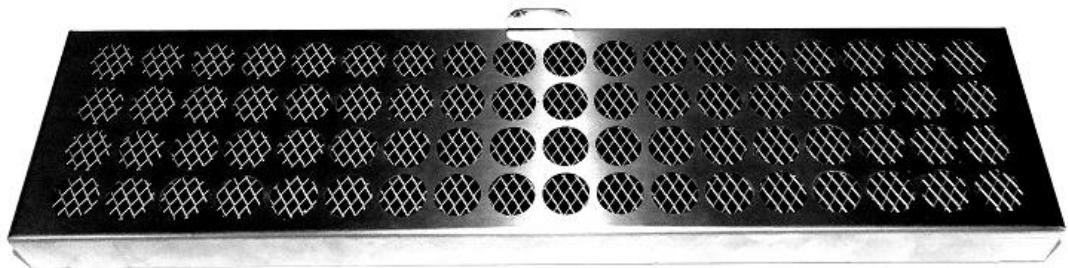
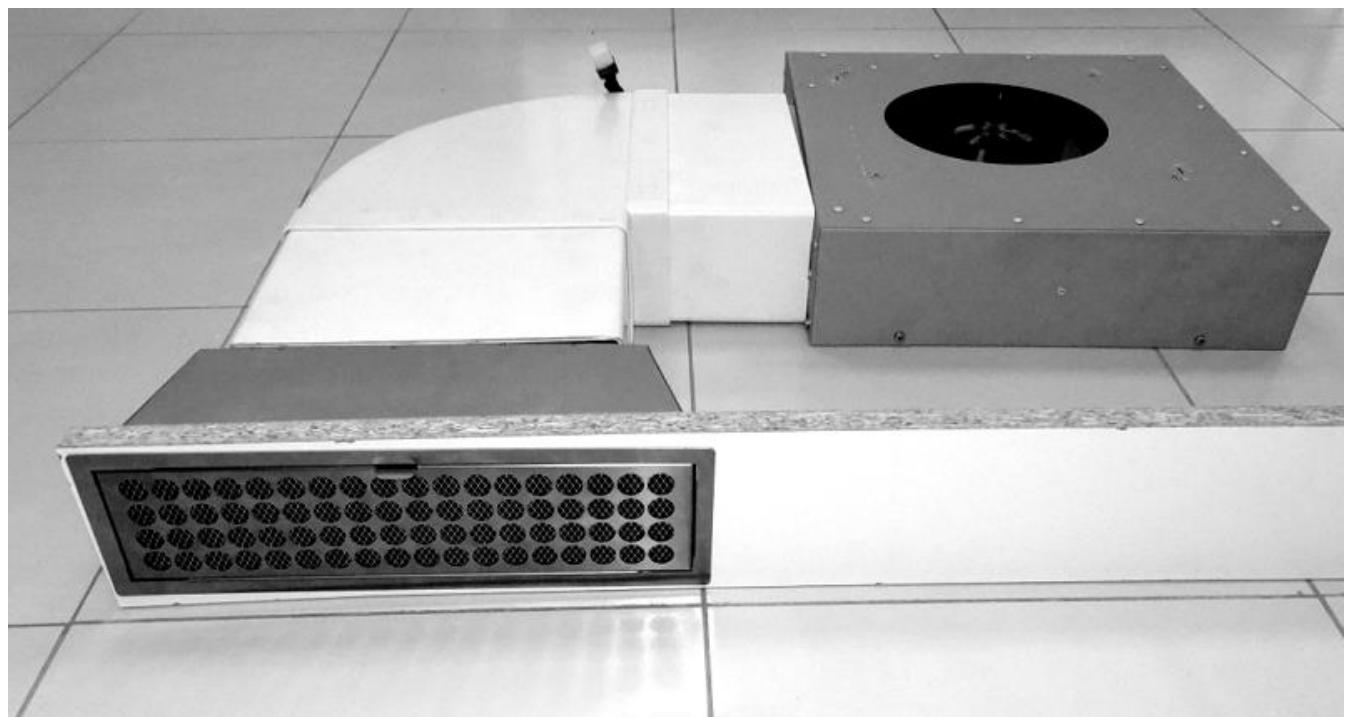

Рис. 12А
Рис. 13А
10. На крышку устанавливаем угольный фильтр (I) (Рис. 12А и Рис. 13А).